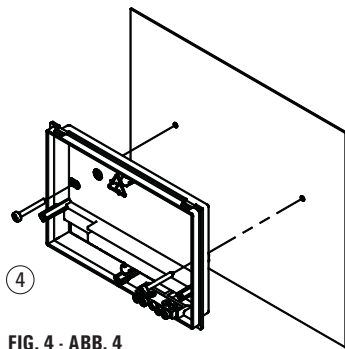

FIG. 4 - ABB. 4
4. Fissare la base della centralina: MONTAGGIO A MURO (FIG. 4)
Mount the unit base: WALL MOUNTING (FIG. 4)
Die Basis der Steuereinheit befestigen: AUFSTELLUNG AUF DER WAND (ABB. 4)